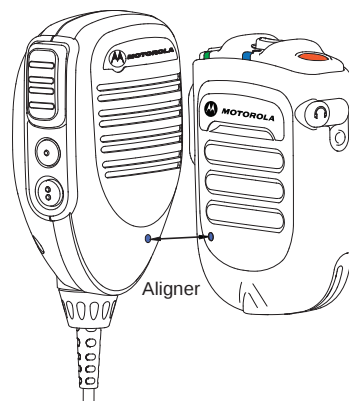

Figure 2.10: Couplage de votre WRSR
- 2 Placez le point bleu (repère de sécurité de couplage) sur le WRSM à environ deux centimètres du point bleu (repère de sécurité de couplage) sur le microphone Mobile Gateway. Reportez-vous à la Figure 2.10.